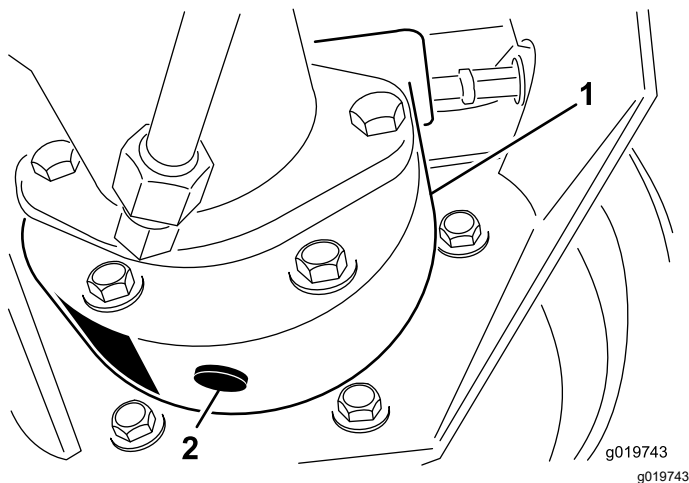

Bild 63
3. Stellen Sie ein Auffanggefäß unter das Bremsgehäuse, entfernen die Verschlusschraube und lassen das Öl ablaufen (Bild 63).